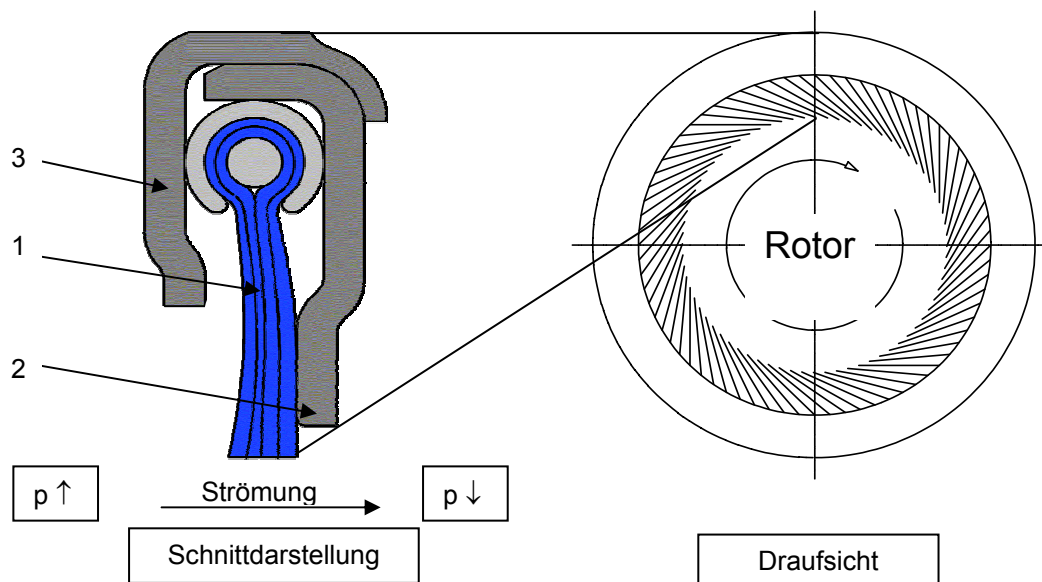

Bild 2 - Darstellung MTU Bürstendichtung
Die MTU Bürstendichtungen können ungeteilt oder segmentiert ausgeführt sein. Wie in Bild 2 schematisch dargestellt (Ausführung: ungeteilte Version), besteht die MTU Bürstendichtung im Wesentlichen aus 3 Elementen. Das Kernelement (1) wird durch den Stützring (2) und Deckring (3) eingefasst. Die Borsten des Kernelements sind 45° in Drehrichtung des Rotors angewinkelt.